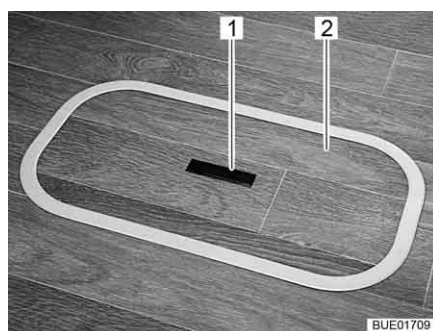
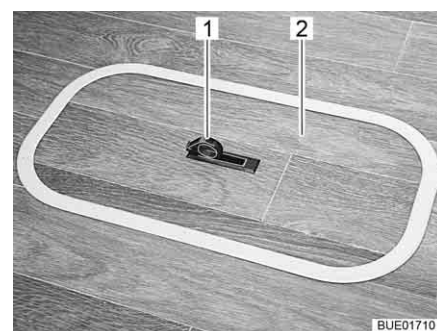

Fig. 61 Copertura scomparto nel fondo (maniglia abbassata)
Fig. 62 Copertura scomparto nel fondo (maniglia alzata)
- Spingere la piastra di presa (Fig. 61,1) verso il basso da un lato. La maniglia (Fig. 62,1) viene ruotata verso l'alto.
- Rimuovere la copertura (Fig. 61,2 o Fig. 62,2) tirandola verso l'alto.